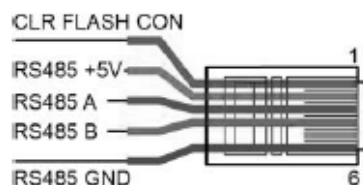

*Fig.3. Collegamento dell'alimentazione e degli elementi di controllo esterni*
2. Collegare gli elementi di controllo esterni secondo gli schemi di collegamento in fig. 3: